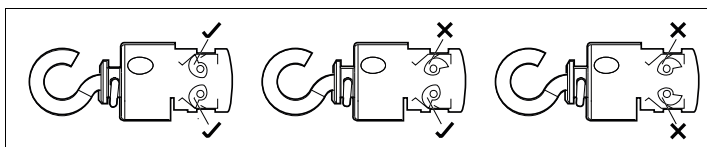

Fig. 5: Allineamento corretto delle ganasce di serraggio
- Rimuovere il cappuccio giallo del morsetto di attacco e controllare l'allineamento delle ganasce. Se necessario, correggere l'allineamento con un cacciavite (Fig. 5). L'allineamento corretto evita che la corda scivoli via.